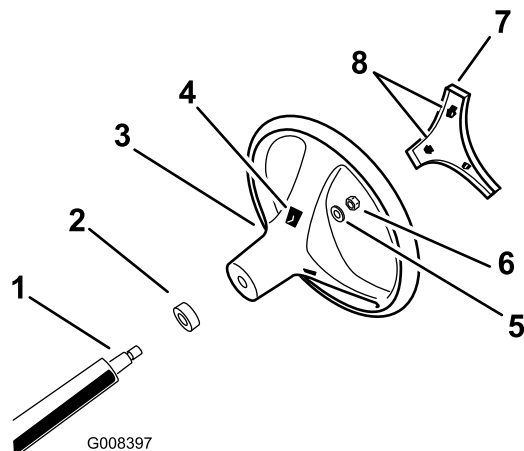

図 3
4. 図 3 に示すようにロックナットでハンドルを固定し、 $2429\text{N}\cdot\text{m}$ $2.53.0\text{kg/m}$ $= 1822\text{ft}\cdot\text{lb}$ にトルク締めする。
5. ハンドルのセンターカバーをハンドルのスロットに合わせて押し込み、センターカバーをハンドルハブに固定する 図 3。